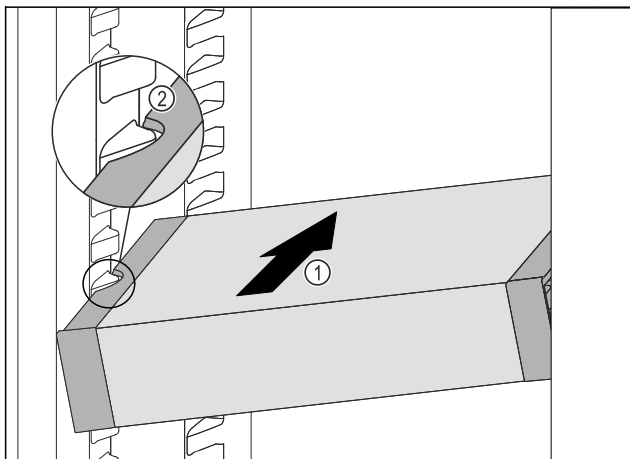

Fig. 78
- ▶ Вдвигайте VarioSafe под наклоном в холодильное отделение Fig. 78 (1), пока боковые выемки Fig. 78 (2) VarioSafe не окажутся на высоте выступа резервуара в холодильном отделении.